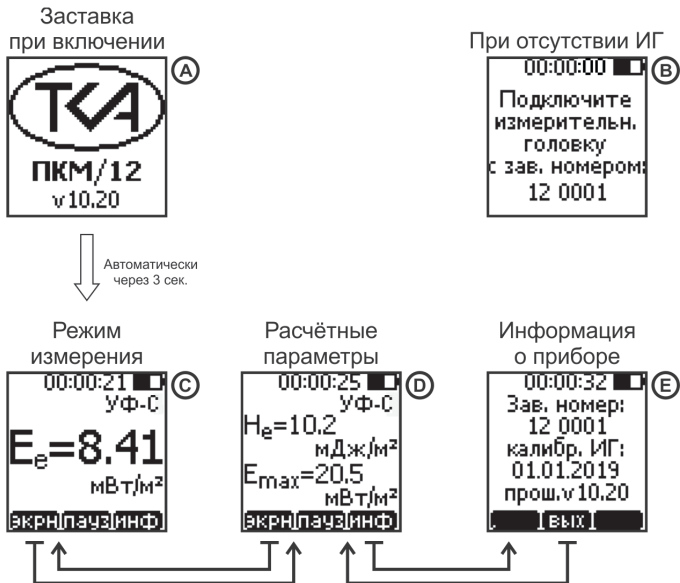

Рис.3 – Расположение символов на дисплее прибора.
5.6 Переключение экранов происходит в следующем порядке (см. Рис.3):